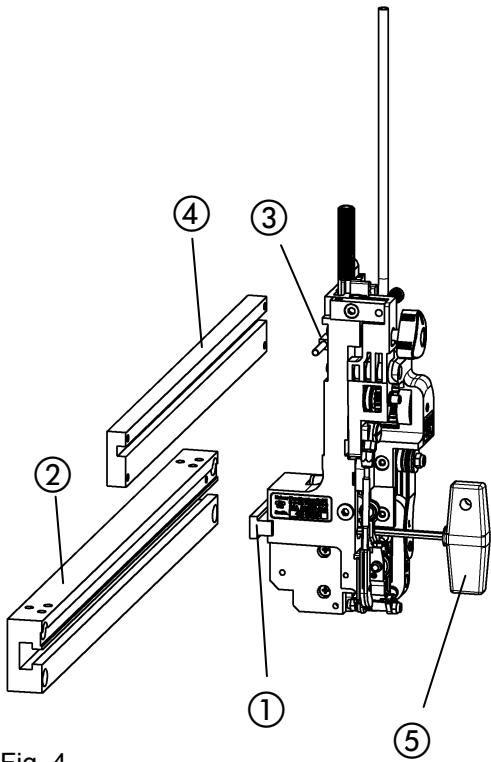
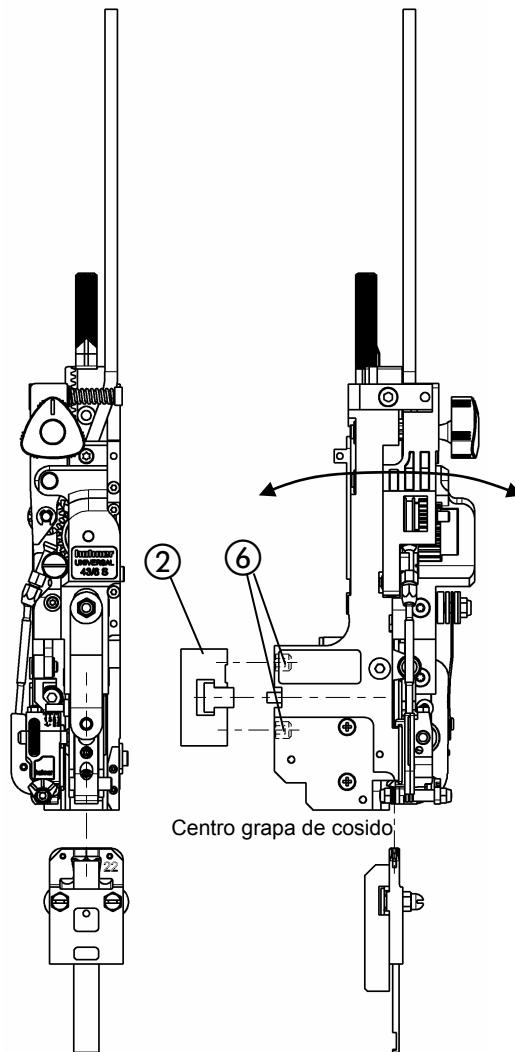

Fig. 4
Fig. 5
- Fig. 4 -
- Fig. 4, Fig. 5 -
- Fig. 5 -